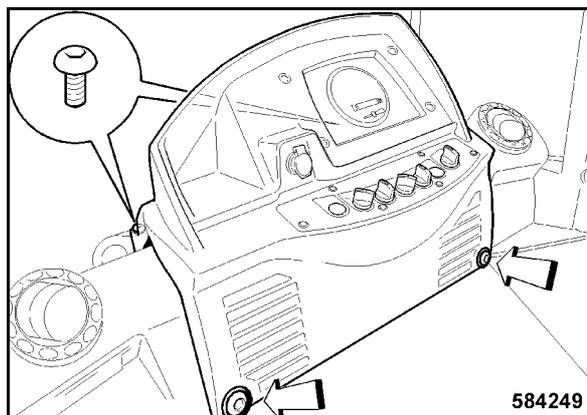

Рис. 224
- Вставить панель приборов и затянуть четыре крепежными винтами (Рис. 224).